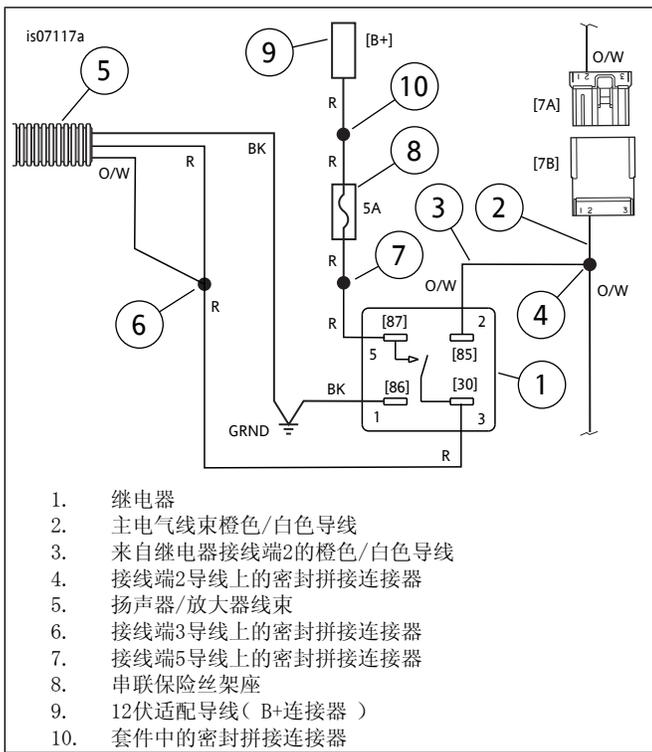

图5. 布线图：扬声器/放大器线束至继电器
- 参见图5。在座椅下方为继电器（1）找出适当的位置，以便接线端朝向下或水平方向。接线端不能朝向上方。